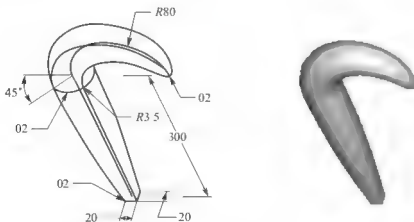

图 7.99 扫描混成练习
- (1) 用扫描混成特征完成如图 7.99 所示零件的三维模型(其中 02 表示混成截面)。